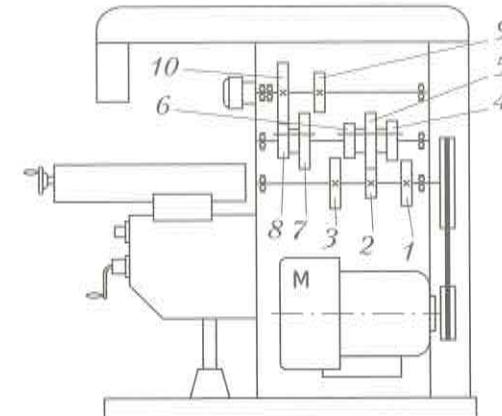

Рис. 58. Упрощённая кинематическая схема фрезерного станка НГФ-110III:
4. Рассмотрите упрощённую кинематическую схему станка НГФ-110Ш (см. рис. 58) и уясните, каким образом передаётся главное движение шпинделю.